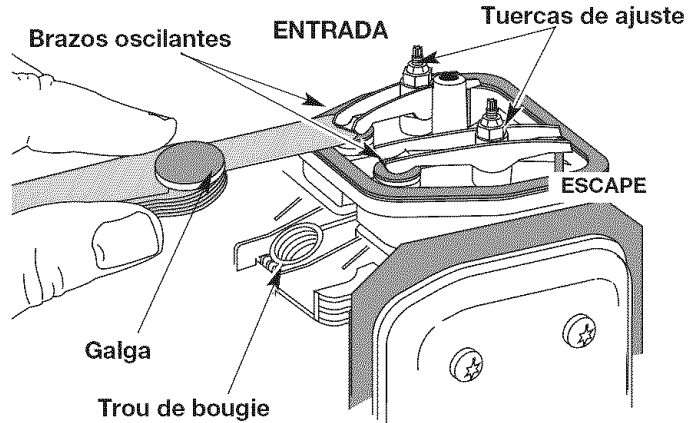

Fig. 33
- El pistón se encuentre en la parte superior de su recorrido mientras mira dentro del orificio de la bujía de encendido (Fig. 33).
7. Deslice la galga entre el brazo oscilante y el resorte de retorno de la válvula. Mida el huelgo entre el vástago de la válvula y el brazo oscilante (Fig. 33). Realice esto en las válvulas de entrada y de escape.
El huelgo recomendado para las válvulas de entrada y de escape es 0,076 – 0,152 mm (0,003 – 0,006 pulgadas). Use un calibrador regular de automóvil de 0,127 mm (0,005 pulgadas). El calibrador debe deslizarse entre el balancín y el vástago de la válvula con una ligera cantidad de resistencia, sin doblarse (Fig. 33 y 34).
- a. Gire la tuerca de ajuste con una llave de 8 mm (5/16 pulgadas) o una guía de tuercas (Fig. 33).